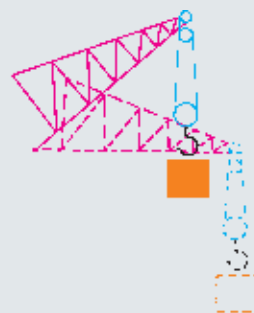

图 2-8 起重机吊臂与货物的运动
- 图 2-8 中起重机工作时,吊臂做什么运动?货物又做什么运动?